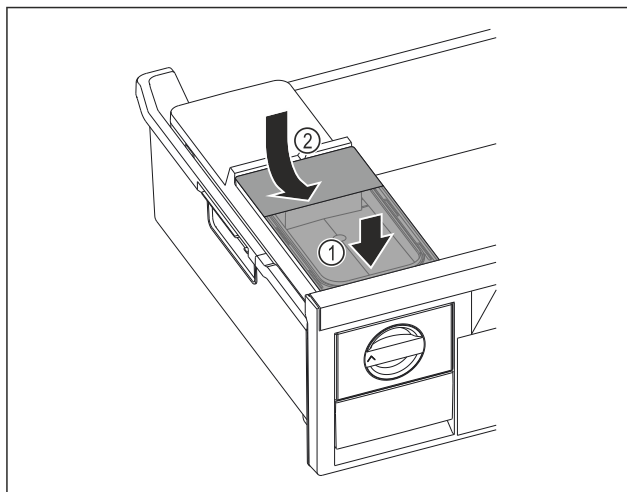

Fig. 111
- Watertank aan de voorkant plaatsen. Fig. 111 (1)
- Watertank aan de achterkant laten zakken. Fig. 111 (2)